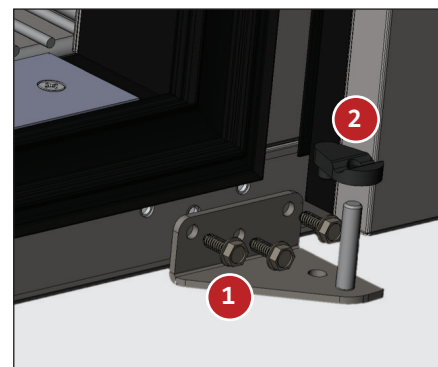

Рис. 9. Смонтируйте штифт нижней петли в новом месте.
5. Смонтируйте на устройстве кронштейн и стержень нижней петли. См. рис. 9.